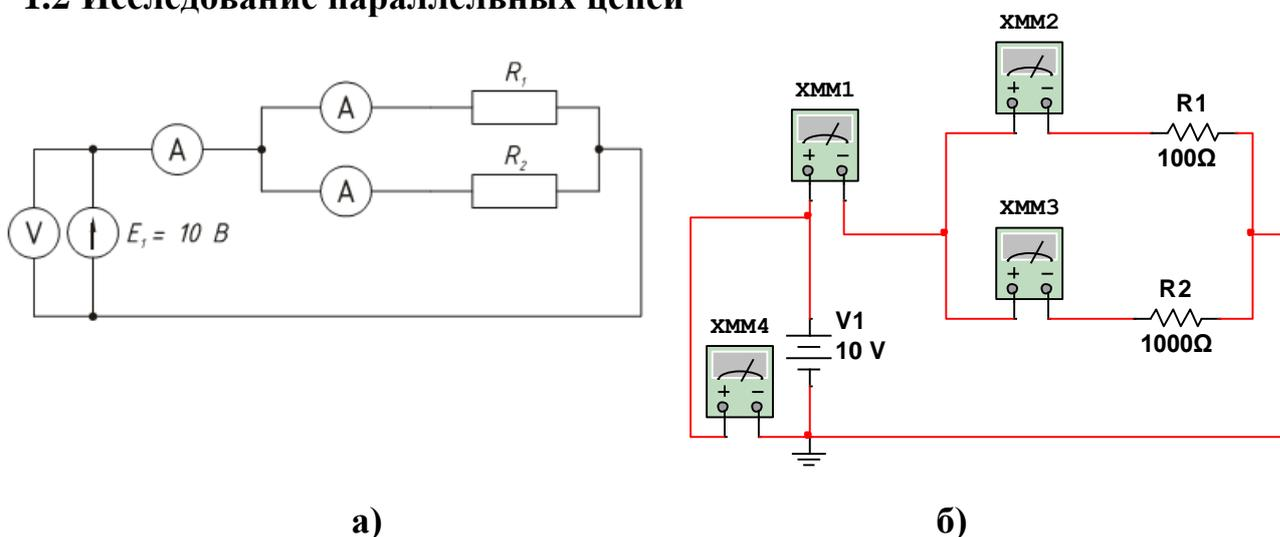

Рис. 1-2
7. Занесите результаты измерений и исследуемую схему (рис. 1-2 а,б) в отчет.